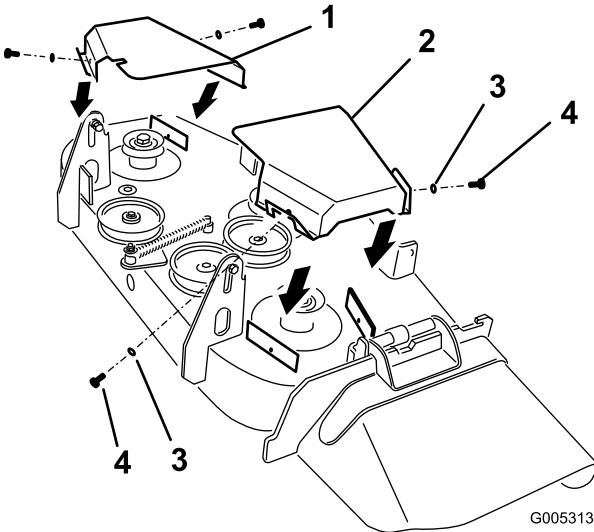

Figura 46
- Togliete i 2 bulloni e le rondelle di ogni paracinghia e togliete i paracinghia (Figura 46).
9. Montate i paracinghia sui fuselli esterni (Figura 46).